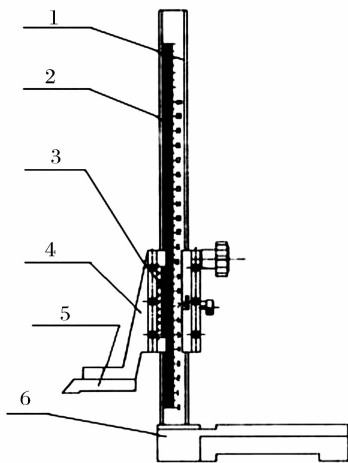

图 3-5 高度尺
6. 高度尺。普通高度尺由钢直尺和底座组成,用以给划线盘量取高度尺寸。图 3-5 为高度游标尺,它附有划针脚,能直接表示出高度尺寸,其读数精度一般为 0.02mm ,可作为精密划线工具。